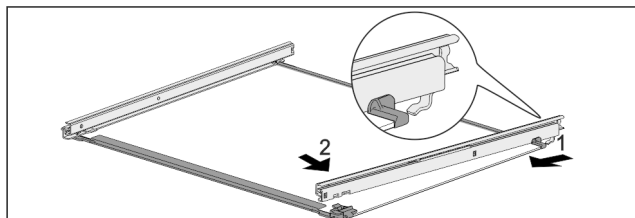

Fig. 126 Стъклена плоча с релси
- ▶ Закачете релсата отзад. Fig. 126 (1)
- ▶ Фиксирайте релсата отпред. Fig. 126 (2)